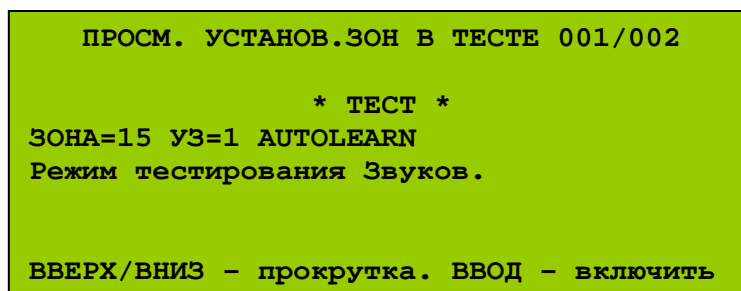

Рис. 90 (Меню просмотра и отмены тестирования зон)
- 2) В меню УД2 выбрать «Тестирование зон» \ «Просмотр и отмена теста зон». При наличии зон в режиме тестирования откроется меню просмотра и отмены тестирования зон (Рис. 90).